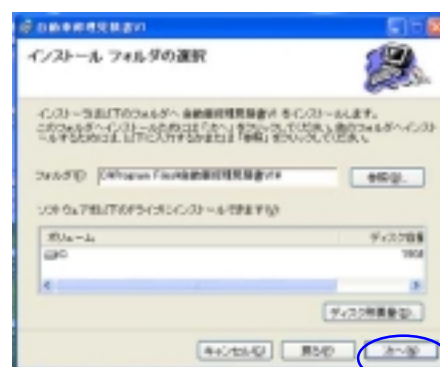

図2 ● インストール先のフォルダとハードディスクの確認
2. 次の画面(図2)では、インストールするフォルダの選択とハードディスクの容量の確認をします。インストールするフォルダと容量の確認に特に問題がなければこのまま作業を進めてゆきます。**次へボタン**を押してください。(作業を中断する場合は**キャンセルボタン**を押してください)